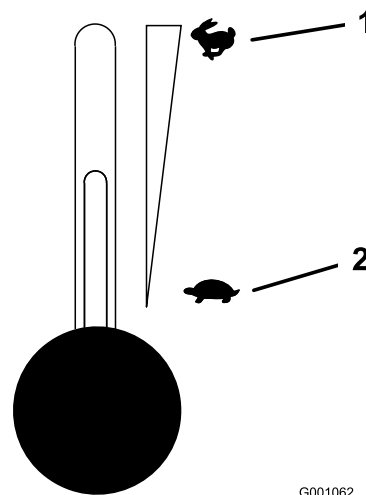

Bild 14
5. Stellen Sie den Gasbedienungshebel in die mittlere Stellung (Bild 14).
2. Bewegen Sie den Gasbedienungshebel in die Mittelstellung zwischen Langsam und Schnell (Bild 14).